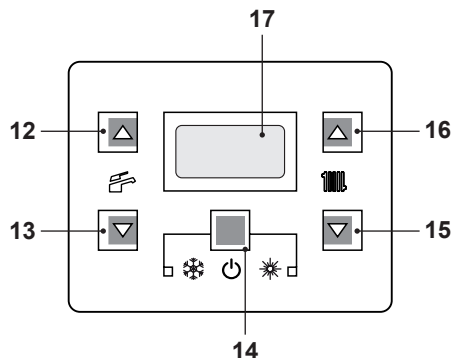
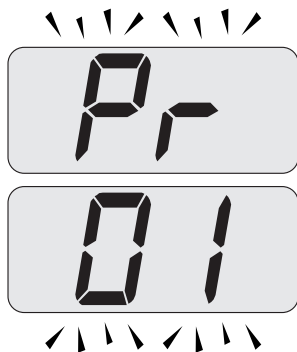

Figura 5.35
Figura 5.36
- Entrare in "modalità programmazione" premendo contemporaneamente per 10 secondi i tasti 14 - 15 - 16 (Figura 5.35) fino a far apparire sul display LCD le lettere **Pr** che si alternano con il codice **01**, indicanti l'entrata nel "parametro 01" (Figura 5.36).
- Premere contemporaneamente i tasti 14 e 16 (Figura 5.35) fino a far apparire sul display LCD il valore del parametro 15 (Figura 5.38).
- Premendo il tasto 14 (Figura 5.35) si ottiene la conferma del valore inserito.
- Premendo contemporaneamente i tasti 14 e 15 (Figura 5.35) si esce senza modificare il valore (ritorno alla lista parametri Figura 5.37)
- Premendo contemporaneamente per 10 secondi i tasti 14 - 15 - 16 (Figura 5.35) si esce dalla "modalità programmazione".
Comunque se la temperatura ambiente non dovesse essere confortevole si può aumentare o diminuire la temperatura di mandata dell'impianto riscaldamento di  $\pm 15^{\circ}\text{C}$  agendo sui tasti 15 (diminuzione) e 16 (aumento) (Figura 5.35).